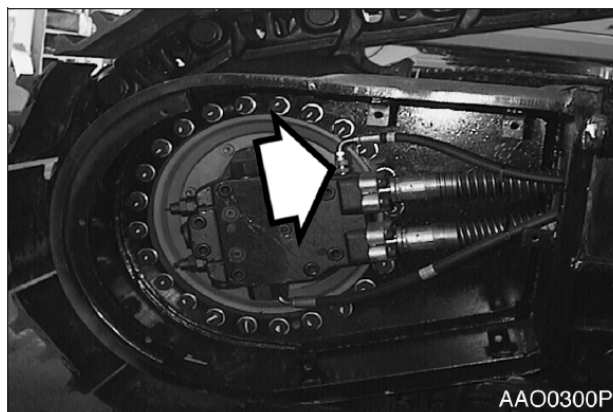

Рис. 84
2. Отсоединить сливной шланг (рис. 84) и заполнить корпус двигателя гидравлическим маслом.